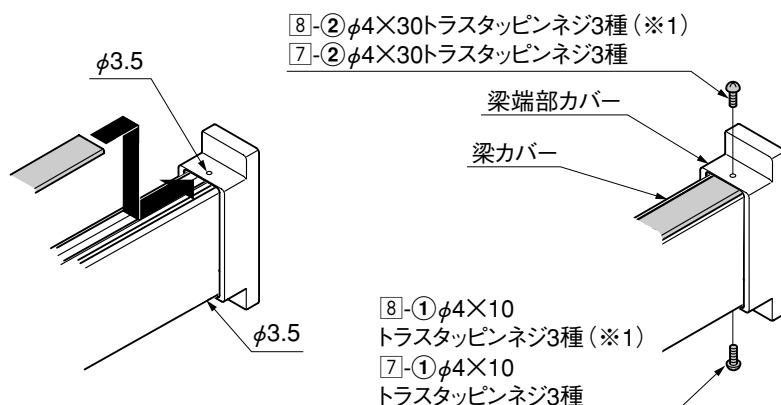

図5-2
- ② 梁端部カバーに梁端部カバー固定用のφ3.5の孔をあけてください。(図5-2参照)